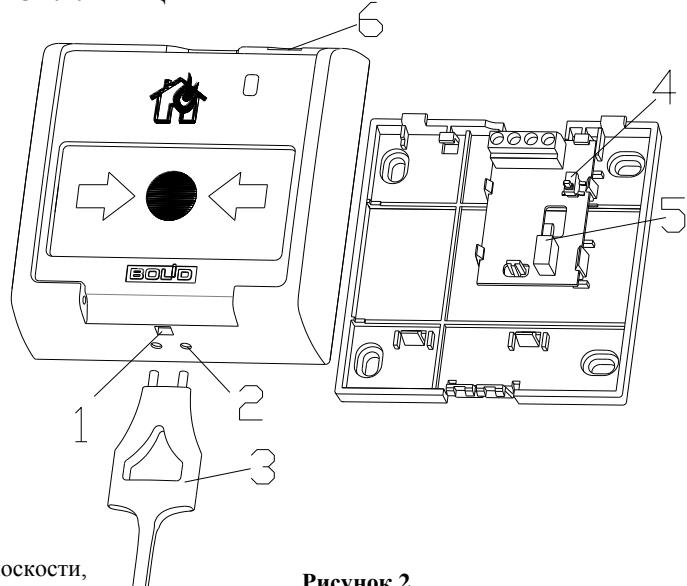

Рисунок 2
*Присвоение адреса.* Извещатель со вскрытым корпусом подключить к входу 1-го типа блока «Сигнал-10», находящемуся в состоянии «Снято», или к источнику питания напряжением от 10 В до 12 В. Через 6 секунд четырёхкратное мигание светодиода с периодом 1 секунда будет означать готовность к приёму адреса. Нажать на детектор вскрытия корпуса (см. рис.2 позиция 4). Отпустить после того, как светодиод засветится. Нажать на детектор вскрытия корпуса число раз, соответствующее нужному адресу (от 1 до 10). Длительность нажатий не менее 0,3 секунды. Через 5 секунд светодиод мигнёт число раз, соответствующее присвоенному адресу, и засветится на 0,5 секунды.